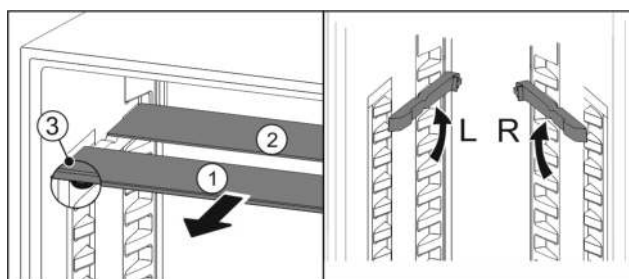

Fig. 61
- Glasplatten einzeln nach vorne herausziehen Fig. 61 (1).
- ▷ Glasplatte Fig. 61 (1) mit Zierleiste liegt vorne.
- ▷ Stopps Fig. 61 (3) zeigen nach unten.